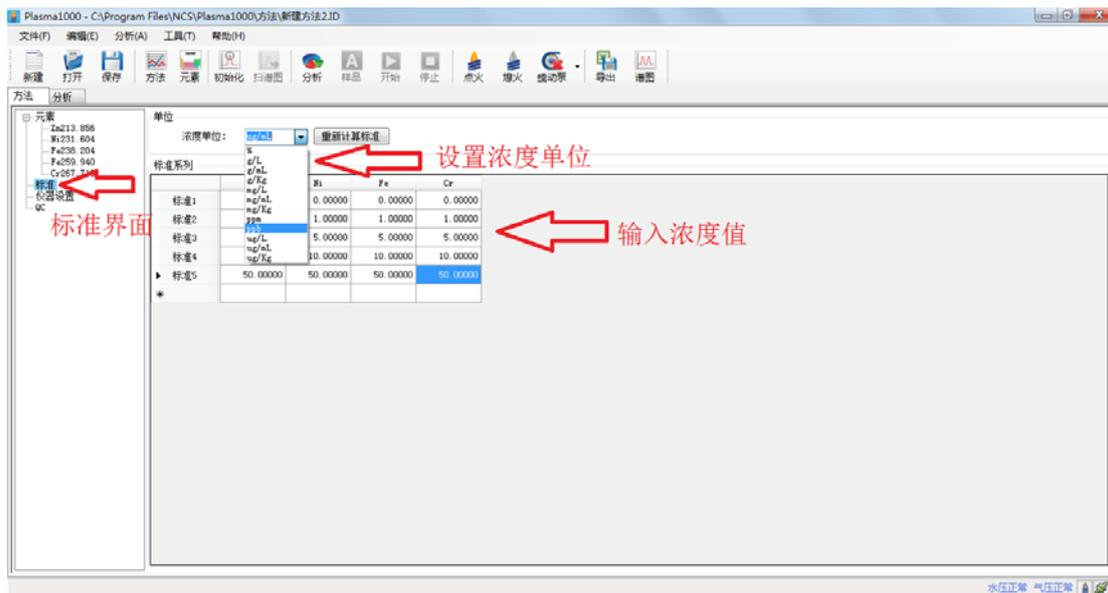

图 13 设置标准
5) 各元素参数设定完成后，点击标准，进入标准界面，在这个界面我们可以输入标准系列的浓度，可以设定标准的浓度单位。如图 13 所示。